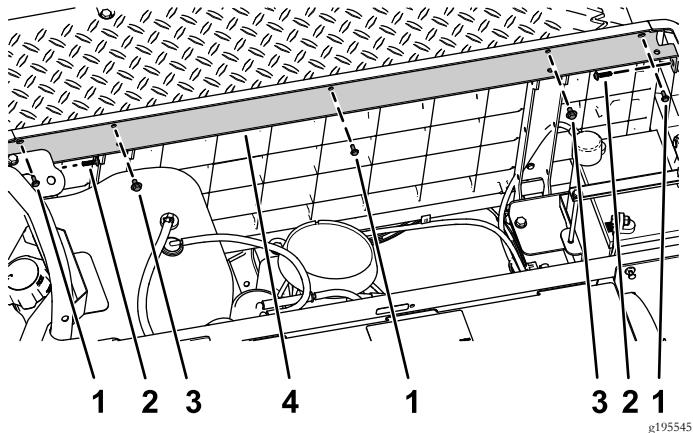

图3
3. 拧下固定现有座椅支架的 3 个螺丝 #10 x 1/2 英寸、2 个带垫圈组件的螺栓 1/4 x 1/2 英寸和 2 个梅花头螺丝 图3。
4. 卸掉现有座椅支架 图3。